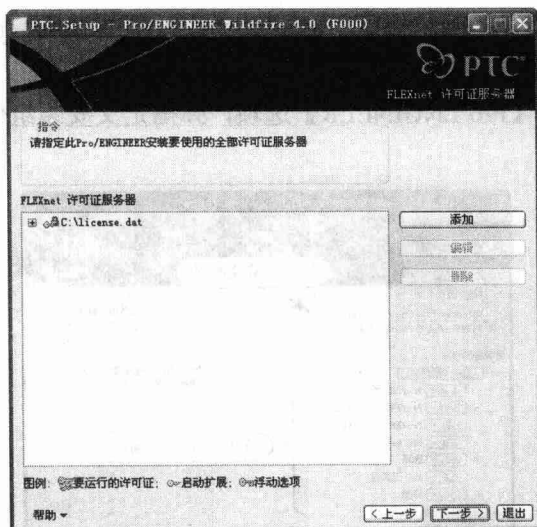

图 1-8 FLEXnet 许可证服务器界面 (二)
(7) 单击 **确定 (O)** 按钮返回 FLEXnet 许可证服务器界面, 如图 1-8 所示。